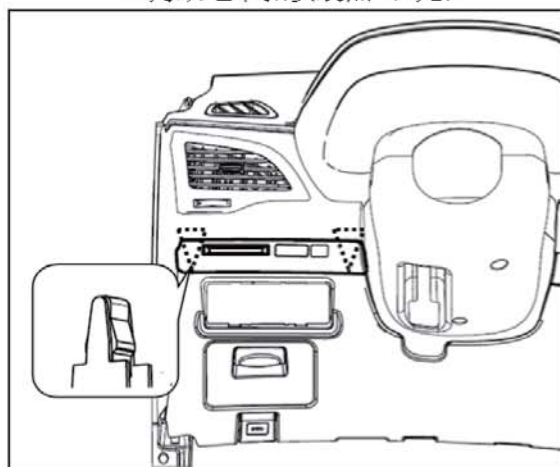

图1-1-6-1 仪表板左饰条安装结构示意图
- (1) 用头部缠绕柔性胶带（或其它柔性产品）的一字螺丝刀小心撬起图1-1-6-1所示两个卡扣安装点；
- (2) 当卡扣都脱开时，拔去1#开关组所有接插件，取下仪表板左饰条。